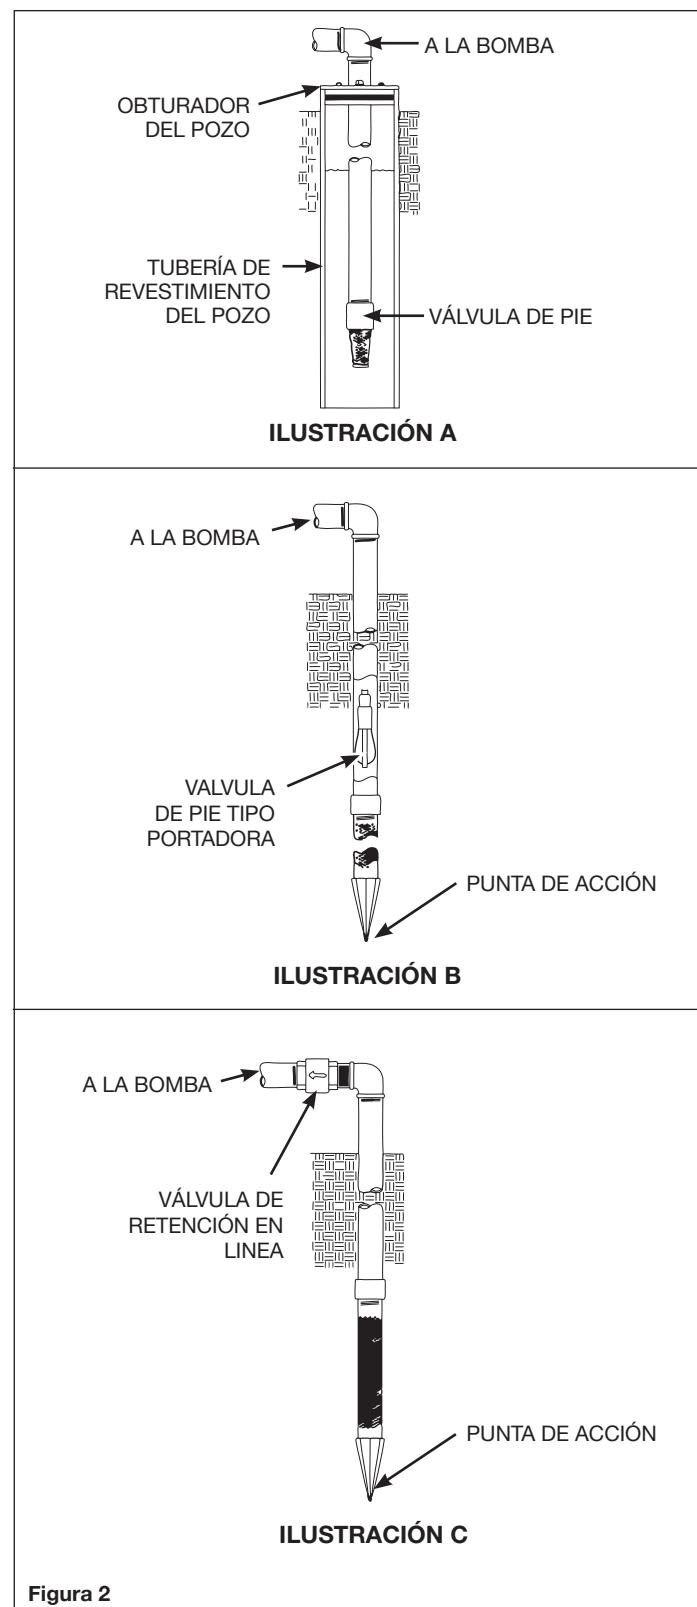

Figura 2
Se puede usar un ensamblado de chorro para poca profundidad con la bomba de pozos profundos cuando la bomba está localizada a 7,5 m (25 pies) en sentido vertical del nivel de agua (Consulte la conversión a bomba de pozo poco profundo en la página 22). Las instalaciones de pozos poco profundos tienen solamente un tubo entre la bomba y la fuente de suministro de agua (Figura 2).
- Instale una válvula de aspiración en la primera sección del tubo (Figura 2 Ilustración A).
**NOTA:** Se puede instalar en el pozo una válvula de aspiración de tipo tampón (Figura 2, Ilustración B). Este tipo de válvula de pie permite que la tubería se llene con agua cuando se cava y hace que sea mucho más fácil comprobar pérdidas en la tubería de entrada. Cuando instale la válvula de aspiración de tipo tampón siga las instrucciones del fabricante.
Como alternativa, se puede usar una válvula unidireccional en la tubería de un pozo excavado (Figura 2, Ilustración C). La tubería entre la válvula unidireccional y el nivel de agua estará siempre bajo un vacío.